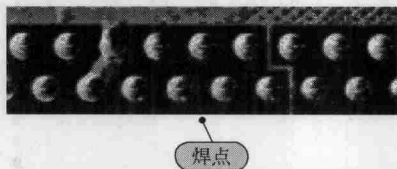

图 1-11 标准焊点示意图
(3) 焊点检验方法 焊接之后要进行焊点检查，合格的焊点表面光洁度好，呈半球面，没有气孔，各焊点大小均匀，如图 1-11 所示是标准焊点示意图。